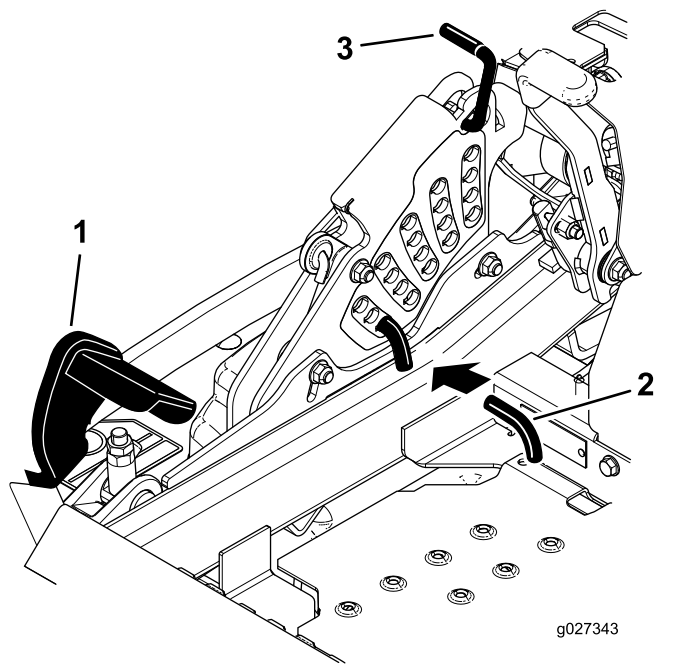

Figura 26
2. Pise el pedal de elevación de la carcasa y eleve la carcasa a la posición de transporte (que es también la posición de altura de corte de 140 mm [5½"]) como se muestra en **Figura 26**.
3. Para ajustar la altura de corte, gire el pasador 90 grados y retire el pasador del soporte de altura de corte (**Figura 26**).
4. Seleccione el taladro del soporte de altura de corte que corresponde a la altura de corte deseada, e inserte el pasador (**Figura 26**).